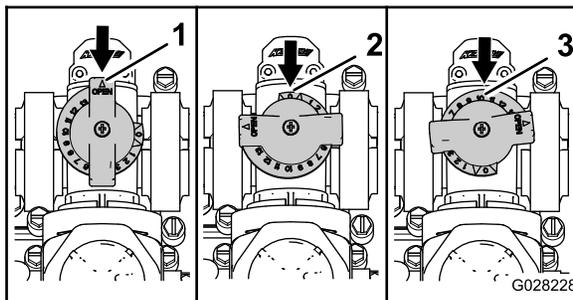

Figura 49
- La Figura 49 muestra la válvula de desvío de agitación en la posición de ABIERTA.
- La MUESTRA LA VÁLVULA DE DESVÍO DE AGITACIÓN EN LA POSICIÓN DE Cerrada Figura 49 (0).
- La MUESTRA LA VÁLVULA DE DESVÍO DE AGITACIÓN EN LA POSICIÓN Intermedia Figura 49 (relativa al manómetro del sistema de fumigación).